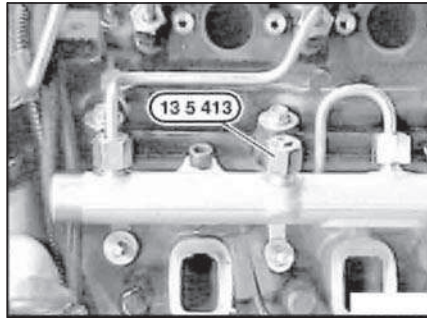

Рис. 9.112. Приспособление «13.5.413»
- Отсоединить напорный трубопровод между аккумулятором давления и инжектором цилиндра №1. Установить приспособление «13.5.413» (рис. 9.112) на освободившейся штуцер аккумулятора давления и затянуть его моментом 35 Н.м (3,5 кгс.м) для хромированных трубопроводов (желтая метка) выпуска до 10.2000 г. или моментом 20 Н.м (2,0 кгс.м) для фосфатированных трубо-